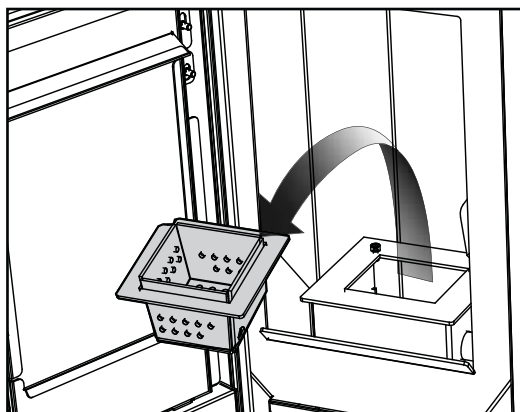

Fig. 8.2.2
- 1) enlever le brasero (Fig. 8.2.2);
- 1) sacar el brasero (Fig. 8.2.2);